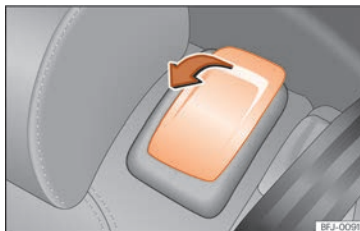

Abb. 111 Zweite Sitzreihe: Bedienungselemente der Einstiegshilfe.
- Entriegelungshebel in Pfeilrichtung ziehen »» **Abb. 111**.
- Hebel »» **Abb. 111** ziehen und Sitzlehne nach hinten in die aufrechte Position klappen. Der komplette Rücksitz klappt nach hinten »» ⚠.